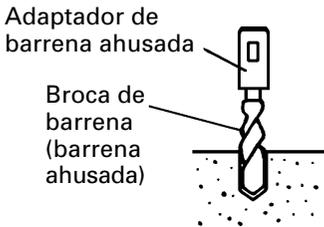
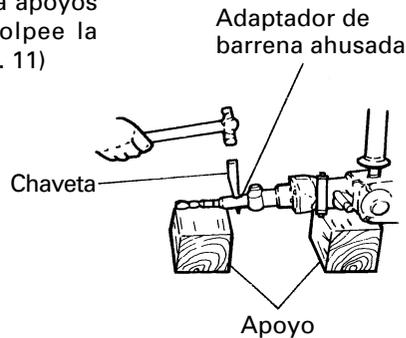

Fig. 10
Fig. 11
- (1) Instale la broca con la barrena ahusada en el adaptador de barrena ahusada. (Fig. 10)
- (2) Ponga en ON el interruptor de alimentación y perforo un agujero de base.
- (3) Después de eliminar el polvo con una jeringa, fije la clavija en la extremidad del anclaje e introduzca el anclaje con un martillo de mano.
- (4) Para sacar la broca con la barrena ahusada introduzca una claveta en la ranura del adaptador de barrena ahusada, ponga apoyos debajo del martillo perforador y golpee la claveta con un martillo de mano. (Fig. 11)